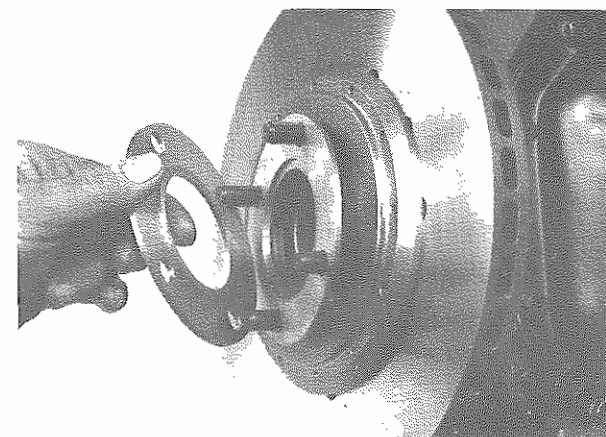

Fig. 29 - Spessori
- Sostituire gli spessori (**Fig. 29**) e rimontare il semiasse.
- Replace spacers (**Fig. 29**) and refit axle shaft.